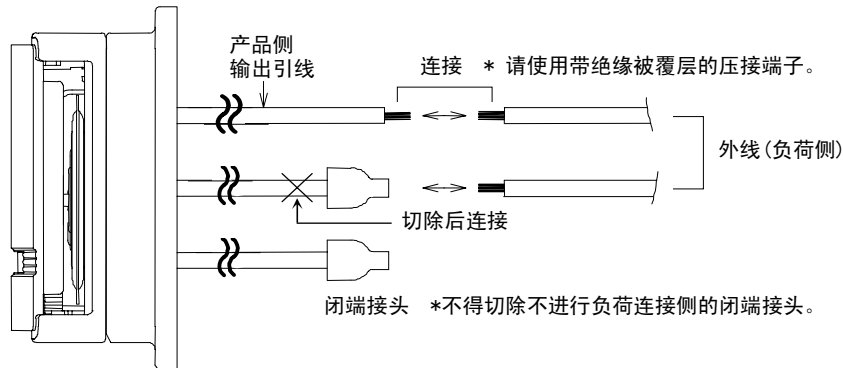

图14 TY6000型、HY6000Z型的外线连接
- 4) 将本体的输出引线和外接线(负荷侧)连接起来。(参考图14)